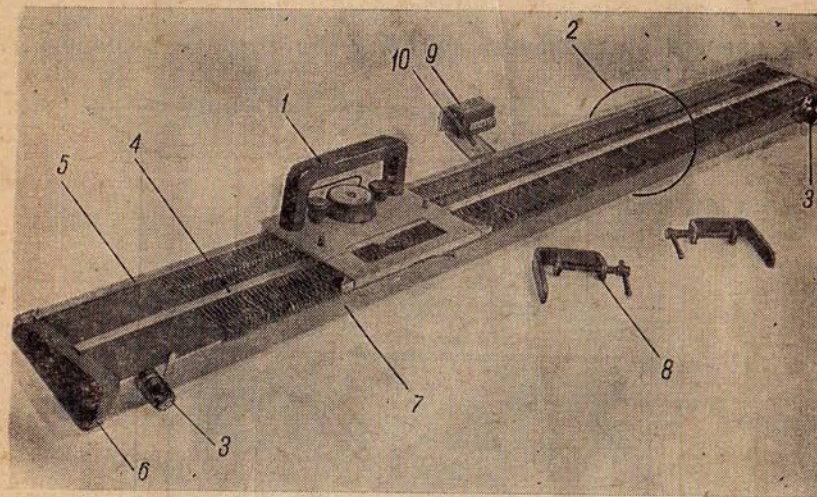
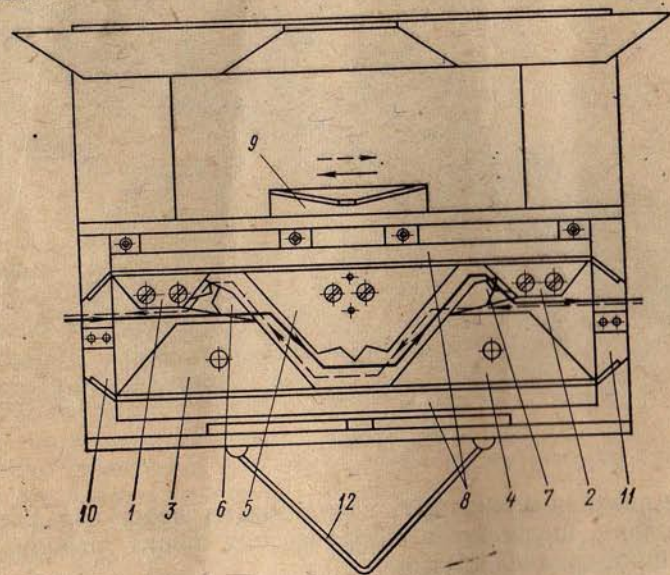
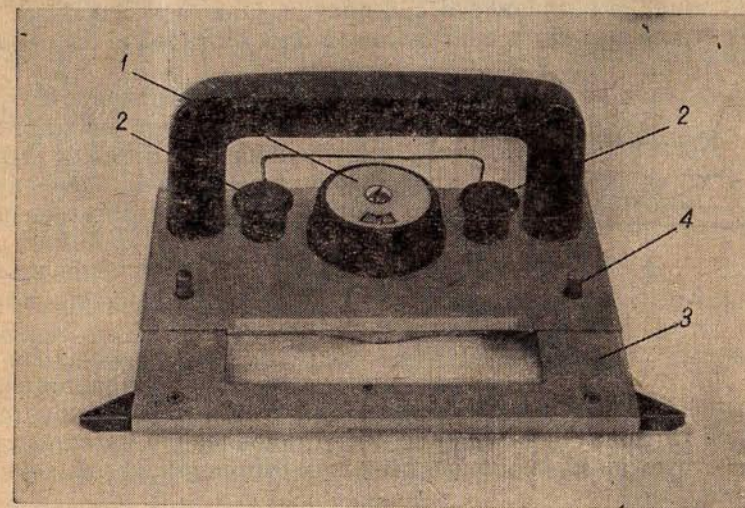

Рис. 1.
Рис. 2.
Рис. 3.
Машина вязальная ручная марки «Нева-2» (рис. 1) предназначена для вязания различных изделий на основе чулочной вязки в домашних условиях.
Основными составляющими машины являются игольница 2 (рис. 1), каретка 1 и петлеобразующие органы (иглы и платины).
2. Каретка (рис. 2 и 3) по направляющим рельсам игольницы перемещается рукой. Она снабжена механизмом, управляющим работой игл и платин в период вязания.
Механизм, управляющий движением игл (рис. 2), состоит из двух опускающих 1 и 2, двух подъемных 3 и 4 и одного кулирного 5 клиньев и двух подпружиненных язычков 6 и 7.
Кулирный клин 5 вращением регулятора плотности 1 (рис. 3) может устанавливаться в 17 фиксированных положений (9 основных и 8 промежуточных).
Подъемные клинья 3 и 4 (рис. 2) можно поднимать, для чего кнопки 2 (рис. 3) необходимо потянуть вертикально вверх. В этом случае (при поднятом клине) после прохождения каретки крючки игл остаются на уровне платин.
Платинный клин расположен с наружной стороны каретки и представляет собой металлическую планку 9 (рис. 2) специального профиля.
В передней части каретки находится специальная планка 3 (рис. 3), предотвращающая сбросы петель с игл во время вязания.
Платины удерживаются в нижнем положении при помощи пружинных оттяжек «б», находящихся под передней частью игольницы. Верхнее положение платина занимает в результате надавливания на ее хвостовик «в» платинного клина 9 (рис. 2).
Счетчик петельных рядов 9 (рис. 1) устанавливается на игольнице в одно из имеющихся там гнезд и фиксируется круглой гайкой. Горка 12 (рис. 2), установленная на каретку, воздействует на качающийся рычажок счетчика при движении каретки.
На внутренней стороне каретки имеются изогнутые пружинные планки 10 и 11 (рис. 2), которые устанавливают иглы